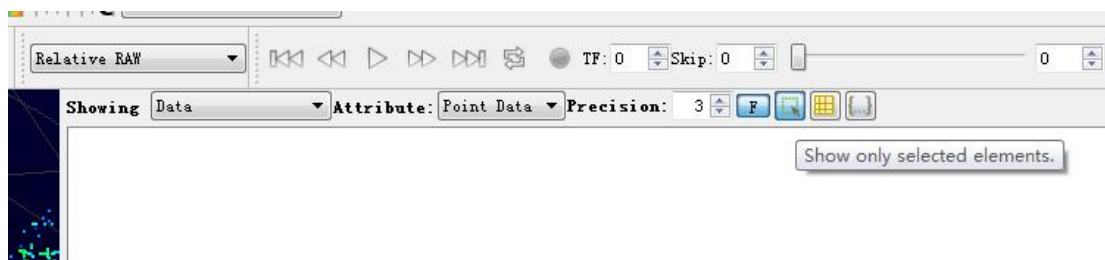

图 C-11 RSView show only elements 工具
7. 点击 Spreadsheet 中的 **Show only selected elements**，可以得到所选择点对应的数据，当然如果没有选择，表格将为空(图 C-11)。